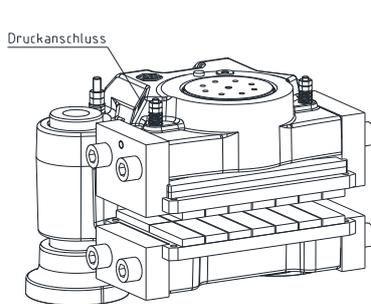

Bild 13: Anschlüsse der Lecköl-/Druckleitungen
- Schließen Sie die Druckölleitung an einen der Druckanschlüsse der Bremse an (siehe Bild 13 und 14), hierfür vorher die Verschlusschraube entfernen.
- Montieren Sie an der Entlüftungsbohrung (siehe Bild 13 und 14) eine Minimes-Kupplung mit einem Minimes-schlauch, hierfür vorher die Verschlusschraube entfernen. Führen Sie das Ende des Minimes-schlauches in einem geeigneten Auffangbehälter ab.
- Schließen Sie die Leckageölleitung an die Bremse an (siehe Bild 13 und 14), hierfür vorher den Verschlussstopfen entfernen.
- Schließen Sie die Leckageölleitung an die Bremse an (siehe Bild 13, 15 und 16), hierfür vorher den Verschlussstopfen entfernen.